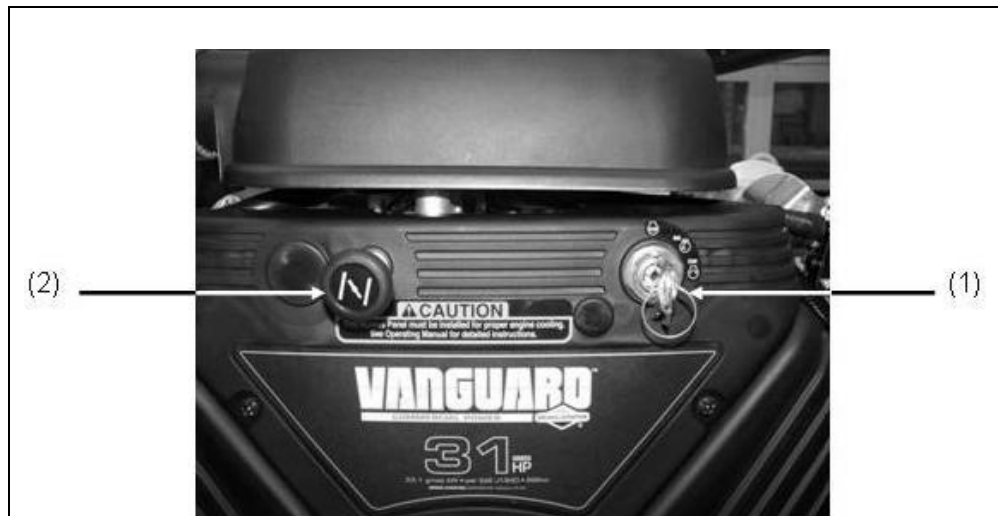

Abb. 3-1: Motor starten
2. Hand-Choke (Abb. 3-1-(2)) ziehen (bei kaltem Motor ganz / bei warmen Motor entsprechend weniger) und festhalten.
3. START-STOP-Schalter (Abb. 3-1-(1)) ganz nach rechts in Position „START“ drehen bis Motor startet und dann loslassen.
4. Den Choke (Abb. 3-1-(2)) wieder in Grundstellung bringen.
3. START-STOP-Schalter (*Abb. 3-1-(1)*) auf Stellung „0“ stellen